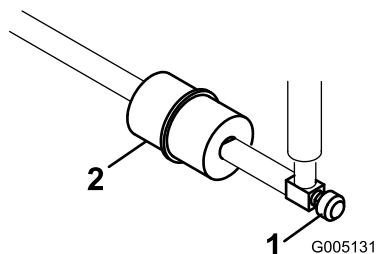

Bild 36
Der Kraftstofffilter befindet sich in der Kraftstoffleitung zwischen dem Tank und dem Vergaser (Bild 36).
1. Schließen Sie den Kraftstoffhahn (Bild 36).
2. Legen Sie eine Ablaufwanne unter den Filter, lockern die Schlauchklemme an der Vergaserseite des Filters und ziehen die Kraftstoffleitung vom Filter ab (Bild 36).
3. Lösen Sie die andere Schlauchklemme und entfernen den Filter (Bild 36).